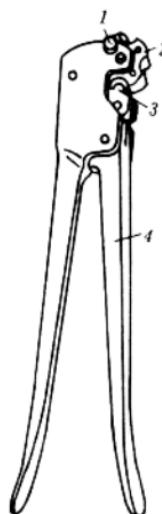

图 1-5 压线钳
1. 压线钳 是一种将铝芯多股电线(或铜芯镀锡多股电线)进行压接连接的工具(图 1-5)。使用时，将两根需压接的芯线相对插入内径合适的铝套管中，使两芯线线头恰在铝套管中央。根据铝套管的型号选择相同规格的线模，装在压线钳上，拧紧定位螺丝后，把套有铝套管的芯线嵌入线模，对准套管，用力捏钳柄，进行压接。压接时，应先压两端的两个坑，再按实际情况在中间压下数个坑，压坑应在一条直线上。
由于被压接材料的质地和粗细不同，所需压力大小不同，所以除图 1-5 所示的压线钳外，还有其他形式的压线钳，如液压导线压线钳等。